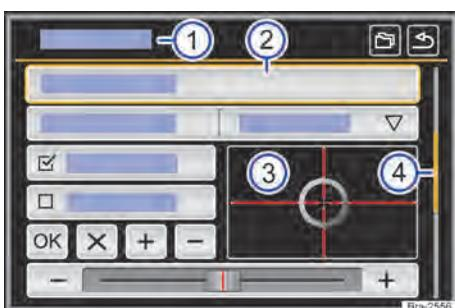

Fig. 102 Representação esquemática: vista geral das possíveis superfícies de função no display.
O aparelho está equipado com um touchscreen (tela de toque) → Fig. 102 ③.
As superfícies de função iniciam funções ou abrem outros submenus. Em submenus é indicado, na linha do título, o menu atualmente selecionado → Fig. 102 ①.